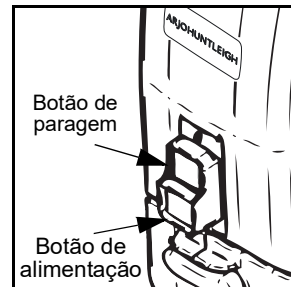

Fig. 1
1. Desligue o Maxi Move premindo o botão de paragem vermelho (consulte a Fig. 1).